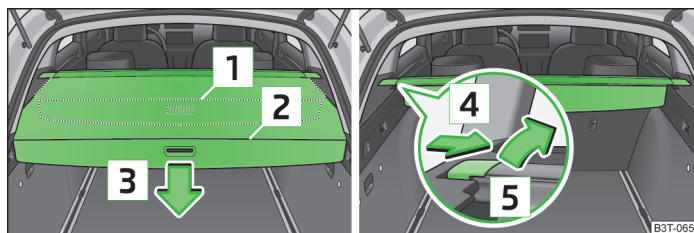

Abb. 90 Aufrollbare Gepäckraumabdeckung: herausziehen und aufrollen / herausnehmen
- › Die aufrollbare Gepäckraumabdeckung bis zum Anschlag in die gesicherte Stellung **2** » Abb. 90 ziehen.
- › Die Abdeckung im Griffbereich in Pfeilrichtung **3** » Abb. 90 drücken, die Abdeckung rollt sich automatisch in die Stellung **1** auf.
➤ Auf der Seite der Querstange in Pfeilrichtung **4** » Abb. 90 drücken und die Abdeckung mit einer Bewegung in Pfeilrichtung **5** herausnehmen.
Die aufrollbare Gepäckraumabdeckung rollt sich automatisch in die Stellung **1** auf » Abb. 90 auf Seite 88.